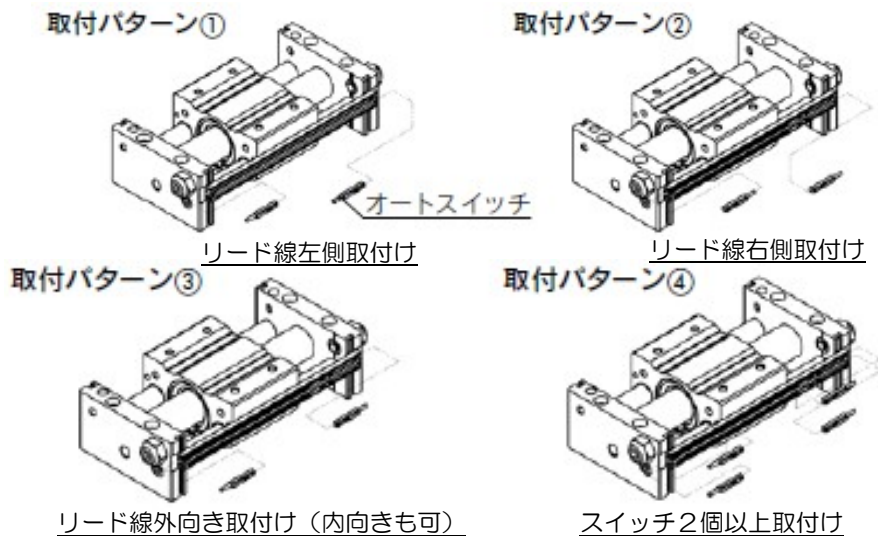

図7. オートスイッチの取付方法
オートスイッチを取付ける場合は、図7のようにリード線の取り出し方向別に3パターンの取付方法(取付パターン①~③)があります。また、スイッチレール2か所の取付溝に2個以上のオートスイッチを取付けることも可能です(取付パターン④)。